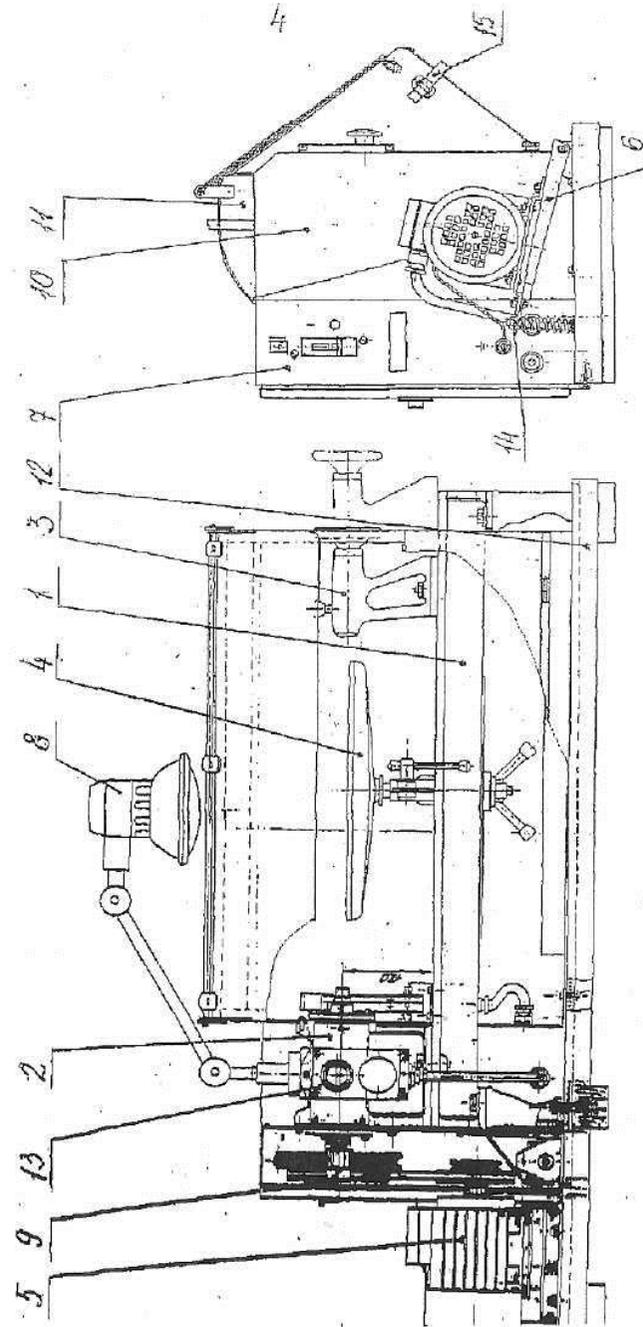

Рисунок 1
ний для закрепления заготовок. На левом конце шпинделя установлен двухступенчатый приводной шкив (рисунок 1), получающий движение через клиноремennую передачу от электродвигателя. С обеих сторон подшипники закрыты стальными крышками 5 и 6. Для регулировки торцового люфта опорная втулка 8 контрится двумя специальными гайками 9. Люфт между торцом левого подшипника и вала должен быть обязательно. Нельзя гайками 9 выбирать его, так как можно заклинить подшипник.
Для пуска и остановки станка на корпусе передней бабки размещен пост управления 13 (рисунок 1), а сверху - светильник 8 (рисунок 1).
Снять пластину, закрывающую клеммную коробку светильника. Просунуть конец кабеля, идущего из шкафа управления в отверстие пластины, так, чтобы он плотно вошел в него вместе с концом резиновой трубки. Подсоединить концы кабеля к клеммой колодке. Закрепить винтами пластину на коробке светильника. Установить его сверху на переднюю бабку станка (рисунок 1) и закрепить винтами, ввернутыми в отверстия бабки.
4.7 Клиноременная передача (рисунок 1).